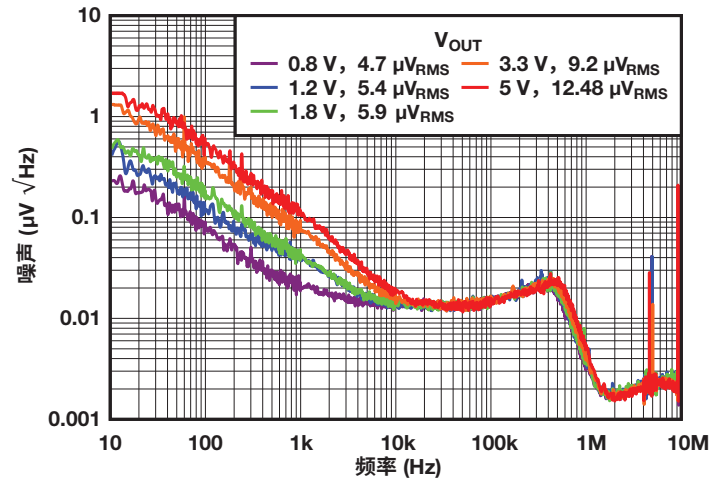

图 2：TPS7A91 的噪声频谱密度与频率和 V_{OUT} 的关系。
可以使用频谱分析仪识别 LDO 输出端各种交流元件产生的噪声。图 2 绘制了 1A 低噪声 LDO (即 TPS7A91) 的输出噪声。
数据表一般会提供单一的积分噪声值以与其他产品进行对比。输出噪声的积分范围通常为 10Hz 到 100kHz，并以微伏均方根值 (μV_{RMS}) 表示。（供应商还会在 100Hz 到 100kHz 范围内甚至是自定义频率范围内对噪声进行积分。在选定频率范围内积分有助于屏蔽不希望的噪声属性，因此，除了查看积分噪声值之后，务必要查看噪声曲线。）图 2 显示了与各种曲线对应的积分噪声值。德州仪器 (TI) 提供 LDO 的产品组合，其积分噪声值可低至 $3.8\mu\text{V}_{\text{RMS}}$ 。